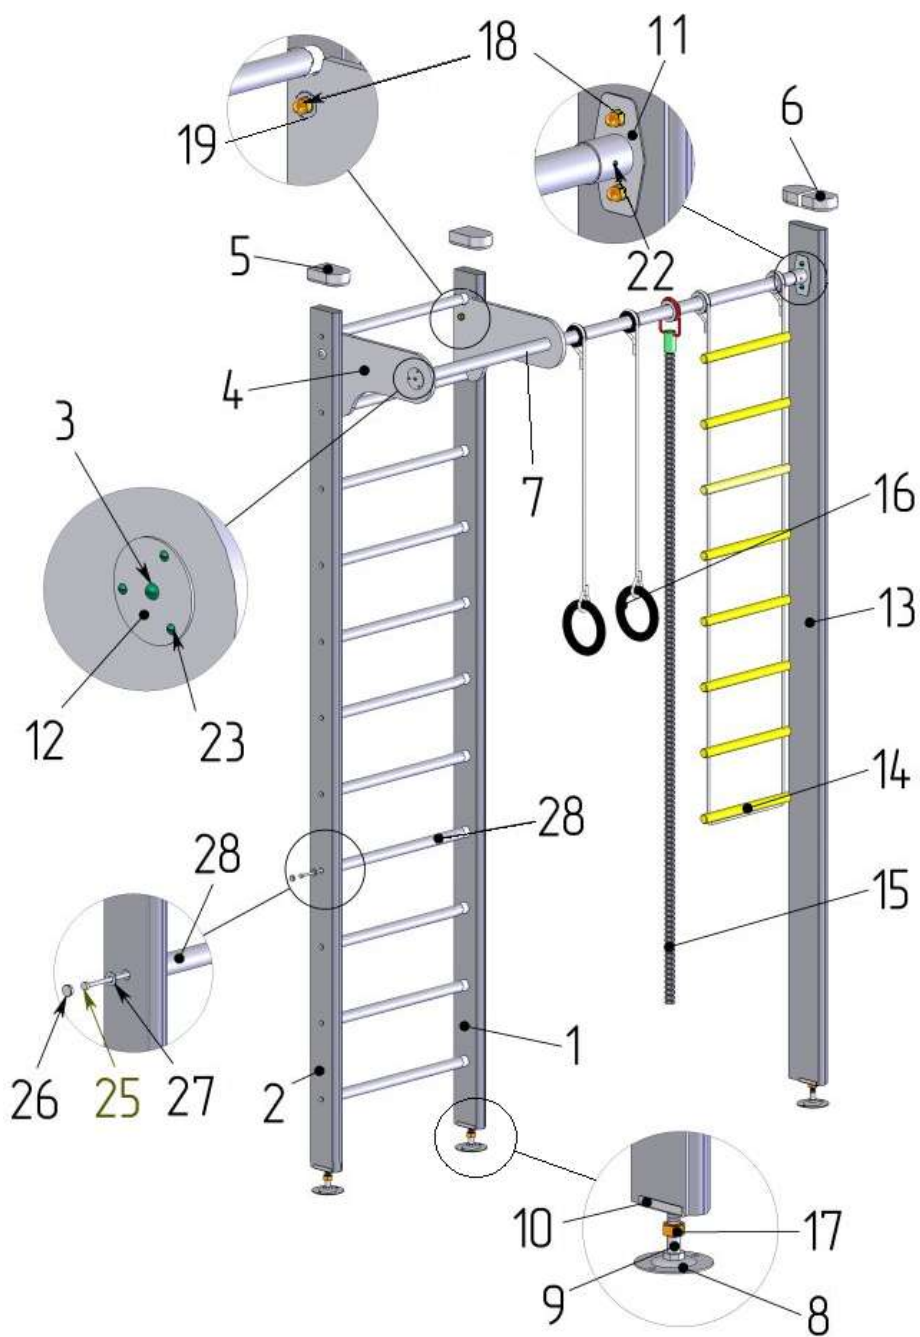

рисунок 1
6.3. Сборка *лестницы* (рисунок 1,3). Вставить *поперечины* (№28) в соответствующие отверстия *стоек* (№№1,2). Ключом (№29) с помощью *саморезов* (№25) через *шайбы* (№27) закрепить *поперечины* (№28) к *стойкам* (№№1,2). Установить *декоративные заглушки* (№26).
6.4. Сборка *навесного оборудования* (рисунок 1,2). Собрать *навесное оборудование* (№№13,14,15) и закрепить на *перекладине* (№7) с помощью *катушек* (№24). Вереvoчные узлы надежно затянуть.
6.5. Установка Комплекса *враспор между потолком и полом* (рисунок 1,4). *Саморезами* (№22) закрепить *подпятники* (№ 10) на нижних торцах *стоек* (№№1,2,13) по имеющимся отверстиям. На *винтовые домкраты* (№9) навернуть до упора *гайки* (№17).